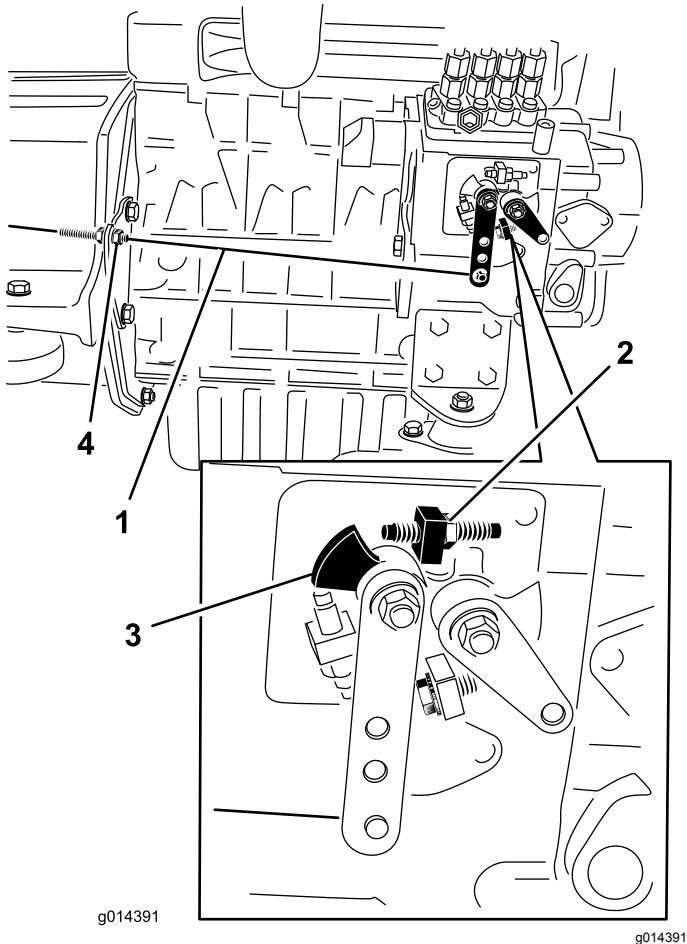

Figura 37
2. Compruebe la posición de la palanca de control de velocidad de la bomba de inyección de combustible. La palanca de control de velocidad debe estar en contacto con el tornillo de alta velocidad cuando la palanca de control del acelerador está en la posición de RÁPIDO (Figura 37).
3. Si es necesario, ajuste la posición de las contratuercas del cable de control del acelerador hasta que la palanca de control de velocidad entre en contacto con el tornillo de alta velocidad cuando la palanca de control del acelerador está en la posición de RÁPIDO (muesca) (Figura 37).